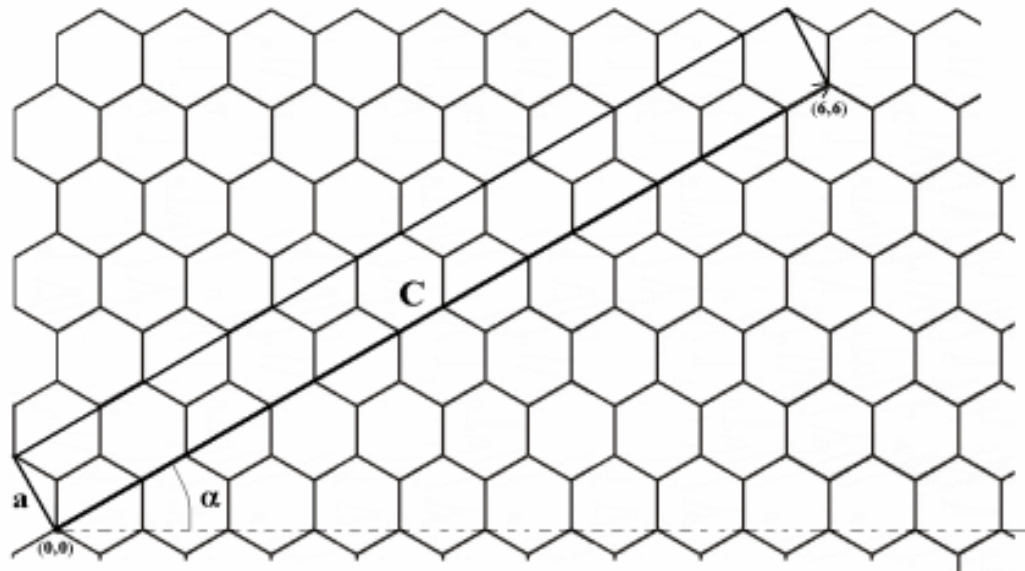

Рис. 1.1. Графеновый слой с элементарной ячейкой для кресельной трубки (6,6).
4) Для кресельных нанотрубок ширина ячейки (рис. 1.1) равна величине элементарного вектора \mathbf{a} графитовой сетки - $|\mathbf{a}|=0.246$ нм. Величина вектора \mathbf{C} равна: